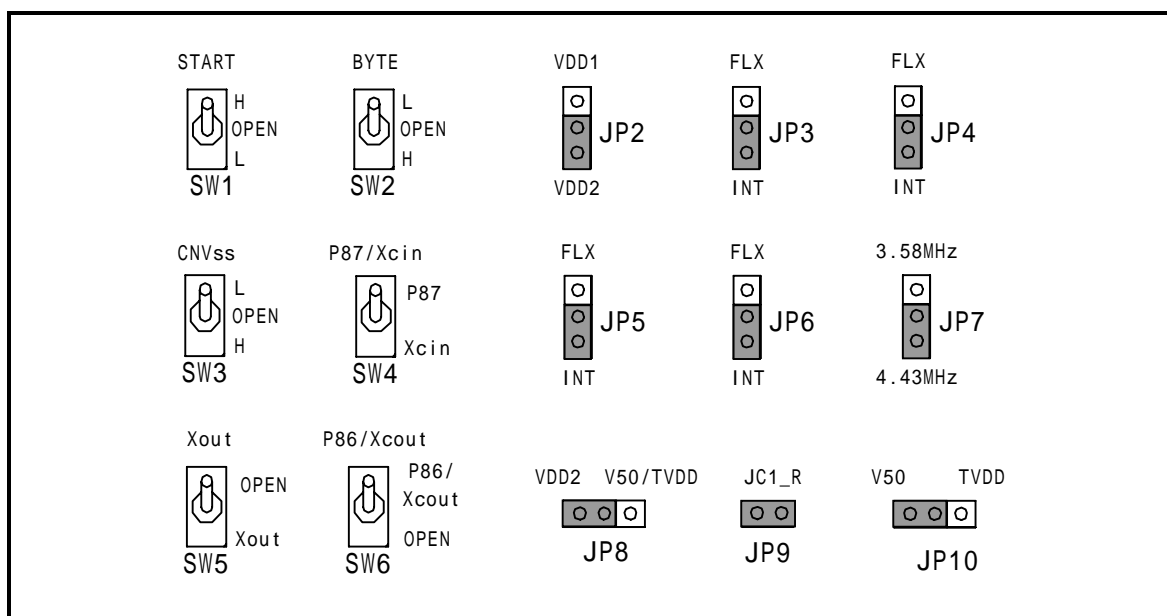

図 4.3 セルフチェック時のスイッチ設定 (=出荷時の設定)
- (1) エミュレーションポッド内のスイッチ設定を出荷時の設定(図 4.3)にしてください。
- (2) ターゲットシステムが接続されている場合は、ターゲットシステムを外してください。
- (3) 電源投入後、2秒以内にPC4701 フロントパネルのシステムリセットスイッチを押し、メンテナンス用の特殊モードに切り替えます。
- (4) “SAFE”のLED が点滅開始するのを確認後、もう一度システムリセットスイッチを押ししてください。
- (5) セルフチェックを開始します。約40秒で正常終了表示されればセルフチェック終了です。
- 本製品内部のスイッチが出荷時の設定(図 4.3)になっているかご確認ください。